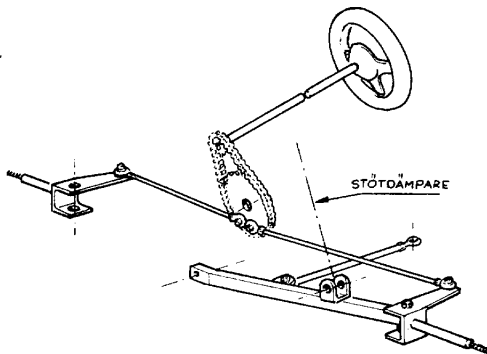

Fig. 4. Exempel på konstruktion av styrinrättning och hjulupphängning fram.
- Länkar för fram- och bakhjulsupphängning är fria. Dock ska bakhjulsupphängningen vara konstruerad som en enhet, d.v.s. att de båda länkarna inte får vara ledade mellan varandra (Se Fig.4 och 5). Inga detaljer får vara tillverkade i annat material än stål/järn.
- Styrning ska ske med ratt. I övrigt är konstruktionen fri (Se CK-T 2.2, Fig.4).